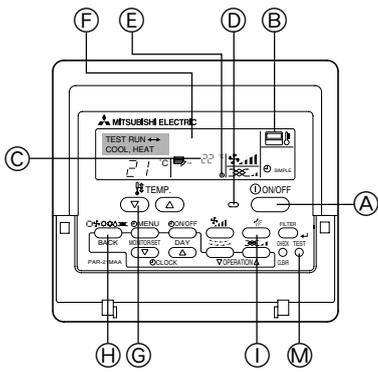

Fig. 9-2
9.2.2. Ενσύρματο τηλεχειριστήριο (Fig. 9-2)